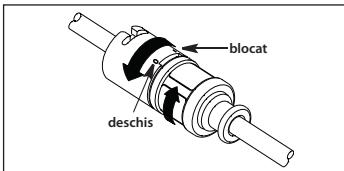

Figura 9
b. Dacă se utilizează un ecran anticontaminare al cateterului cu adaptor TwistLock, rotiți jumătatea superioară a amboului distal în sens orar pentru a bloca cateterul în poziție. Reposiționați capătul proximal al ecranului cateterului după cum doriti. Rotiți jumătatea superioară și cea inferioară în direcții opuse, pentru a bloca cateterul în poziție. Testați adaptorul trăgând ușor de cateter, pentru a asigura fixarea sigură a cateterului (consultați Figura 9).